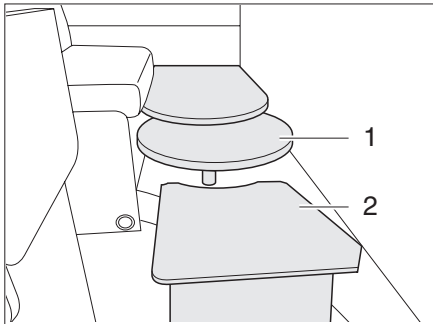

Bild 43 Sängförlängning (extrasäng)
- ▶ Ställ sängförlängningen (Bild 43,2) för extrasängen på bordsförlängningen (Bild 43,1).